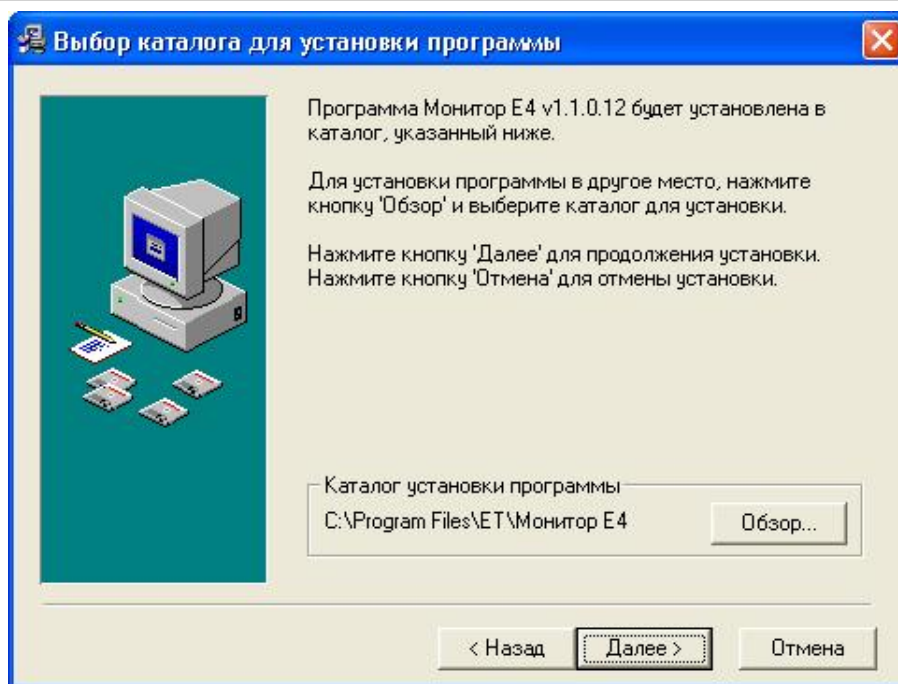

Рисунок 3.2 – Диалог «Выбор каталога для установки программы»
3.3.2 Программа устанавливается по умолчанию в рабочий каталог: <drive>:\Program Files\ET\Монитор Е4, где <drive> – имя диска с операционной системой. Изменить или принять имя рабочего каталога программы можно в диалоге «Выбор каталога для установки программы» (рисунок 3.2).